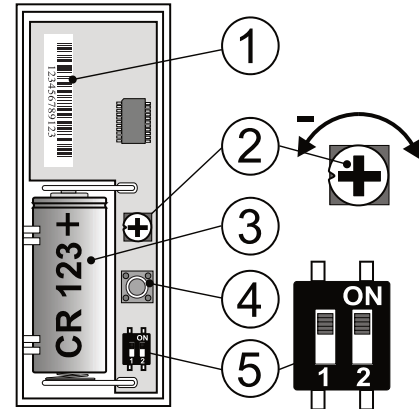

Abbildung 2: 1 – Seriennummer; 2 - Drehschalter zum Einstellen der Empfindlichkeit; 3 - CR-123A Batterie; 4 – Sabotagekontakt; 5 – Konfigurationsschalter
1. Öffnen Sie den Deckel des Melders durch Eindrücken der Lasche, siehe Abbildung 2.